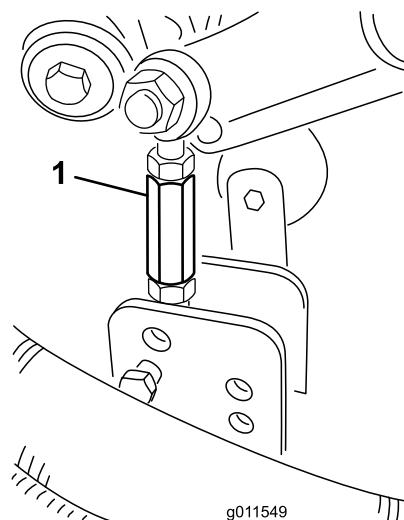

Figura 28
- Retire los pasadores de horquilla y las chavetas que fijan los acoplamientos de los amortiguadores a los soportes de la carcasa de corte (Figura 28).